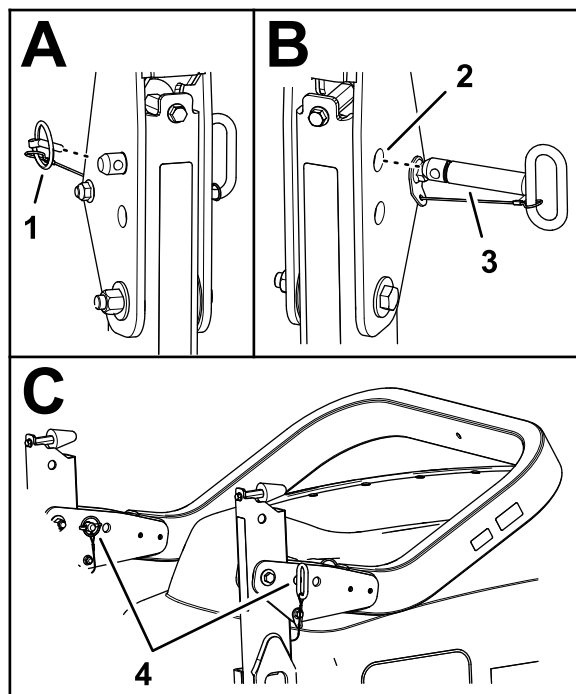

Рисунок 51
2. Извлеките шплинты с кольцами, которые крепят штифты защитной дуги на обеих ее сторонах (Рисунок 51).